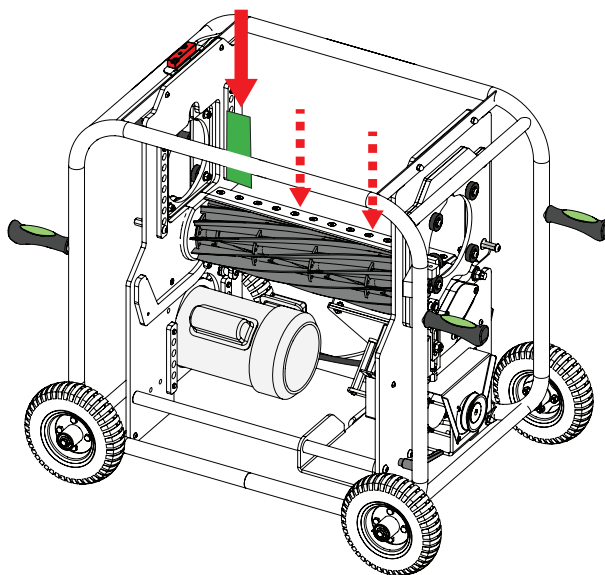

Fig. 47
- a. Insira uma folha num ângulo reto para a faca de cama, e gire as lâminas para cortar a folha (ver Fig. 47).
- b. Repita o passo 8.a em vários locais ao longo do comprimento da faca de cama (ver Fig. 47).